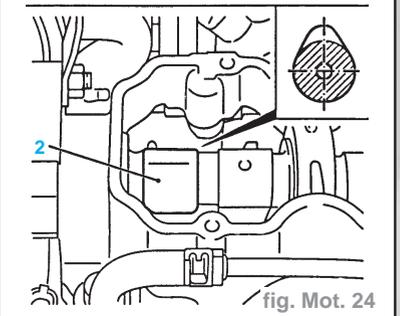

fig. Mot. 24
- La came d'échappement (2) du cylindre 1 doit être placée verticalement vers le haut (fig. Mot. 24).